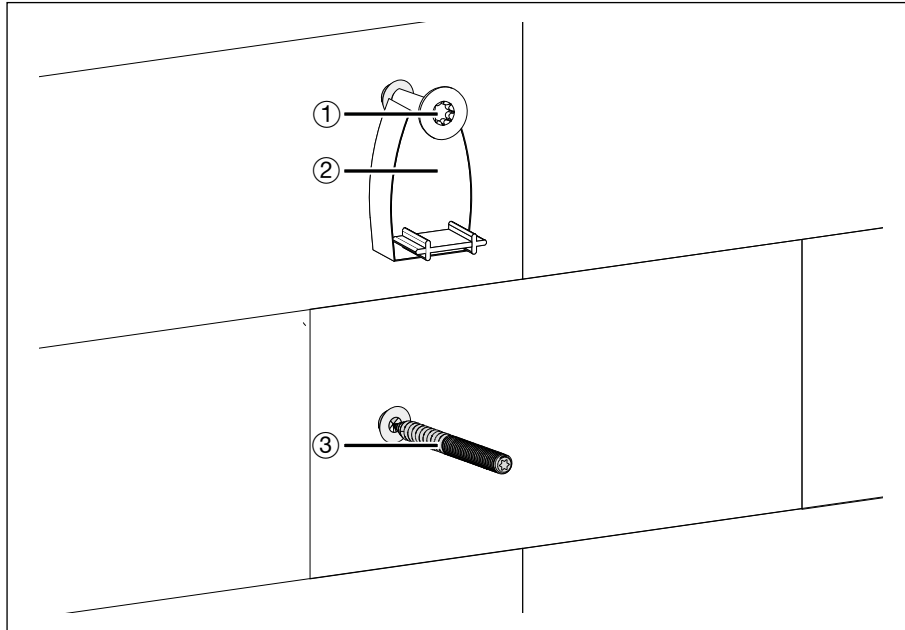

Bild 15: Montering av skruvarna på en vägg
- ① Skruv med platt skalle 5 x 60
- ② Monteringshjälp
- ③ Skruv för upphängning
- 9 Klipp av de båda hållöglorna ① med en sidavbitare.
- 10 Tryck ut skyddslocket ②.
- 11 Sätt kabelhållaren med öppningen ③ på skruven med platt skalle (se bild 15: Montering av skruvarna på väggen).
- 12 Placera öppningen ④ över skruven för upphängning.
- 16 Sätt skyddslocket ② på kabelhållaren igen.